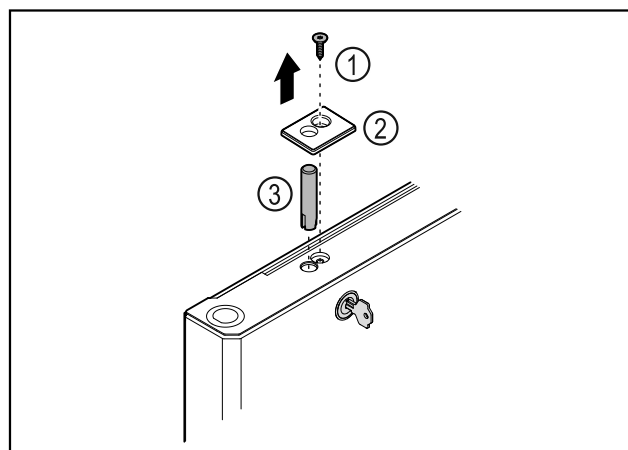

Fig. 32
- Schraube Fig. 32 (1) entfernen.
- Abdeckung Fig. 32 (2) mit einem kleinen Schraubendreher ausrasten und abnehmen.
- Schlossbolzen Fig. 32 (3) herausziehen.